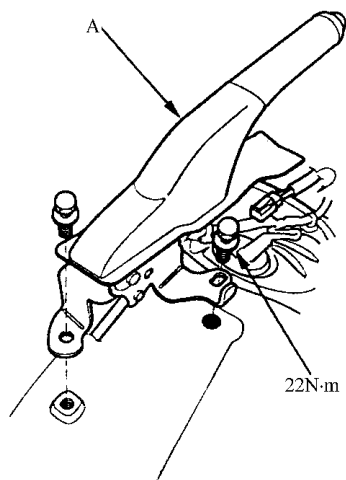

图 3-50 拆卸驻车制动杆
- 3) 拆除中央控制台，如图 3-50 所示，并拆除驻车制动杆。